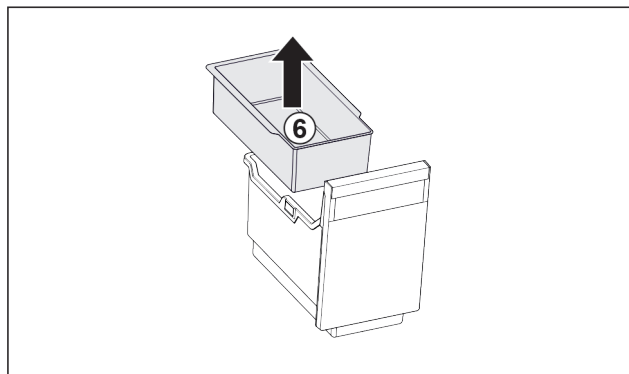

Fig. 119
- ▶ Vegye ki a beaszkészíthető tálcat Fig. 119 (6).